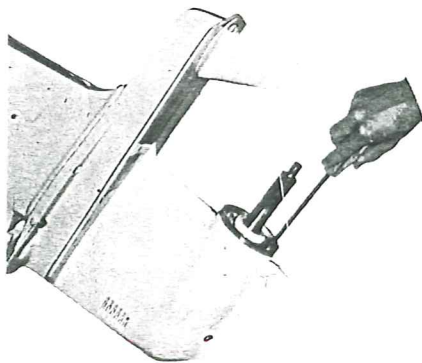

Fig. 3
Utombordsdrev modell 270 är som en kompakt enhet upphängd i en sköld på båtens akterspegel. Drevet är styrbart i sidled med en styrarm på sköldens insida samt uppfällbart med en elmekanisk lyft, manövrerad från förarplatsen. Alla yttre detaljer är utförda i korrosionsbeständigt material. Zinkelektroder skyddar drevet från korrosionsskador orsakade av galvaniska strömmar. Se fig 3 och 4.
2. Lossa de två krysspårskruvarna 1, fig. 3 för zinkringen och demontera densamma.